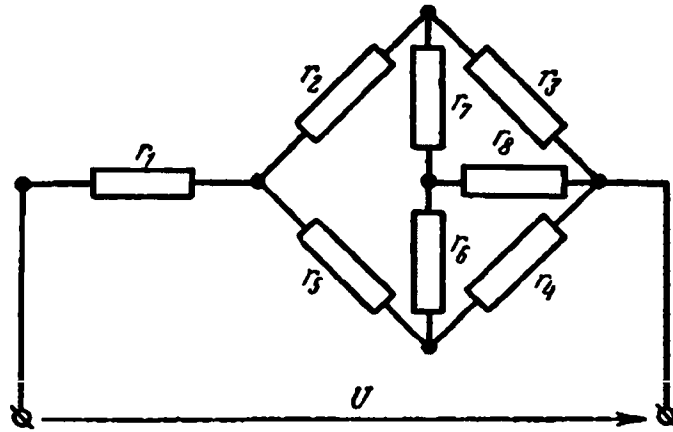

Рис. 1.32. Схема к расчетному заданию 1
*Задание 1:* определить эквивалентное сопротивление цепи (рис. 1.32), если сопротивления отдельных ветвей цепи:  $r_1 = 7,9 \text{ Ом}$ ;  $r_2 = 17 \text{ Ом}$ ;  $r_3 = 20 \text{ Ом}$ ;  $r_4 = 14 \text{ Ом}$ ;  $r_5 = 13 \text{ Ом}$ ;  $r_6 = 5 \text{ Ом}$ ;  $r_7 = 50 \text{ Ом}$ ;  $r_8 = 30 \text{ Ом}$ .